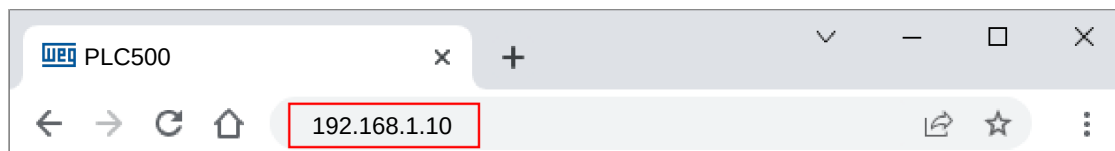

Figura 1.3: Barra de direcciones del navegador web.
- Abra un navegador web y escriba la IP correspondiente de la conexión en el campo de direcciones y presione **Enter**. La Figura 1.3 muestra un ejemplo accediendo a la página web a través de la conexión ETH/ETH1.